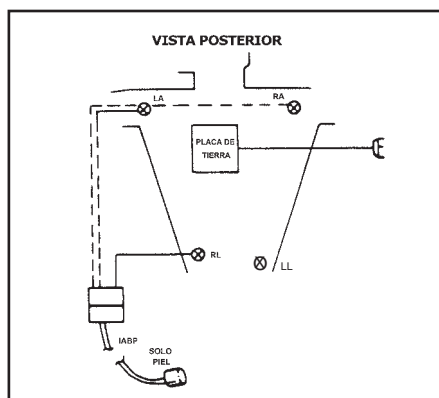

Figura 5.5: Colocación de los cables del ECG y del bisturí eléctrico
2. Mantenga los electrodos y los cables del ECG del paciente fuera de la zona estéril (véase la Figura 5.5).